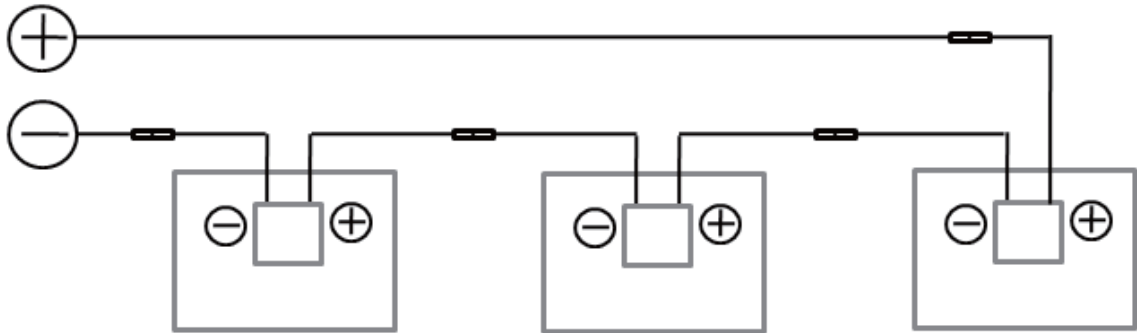
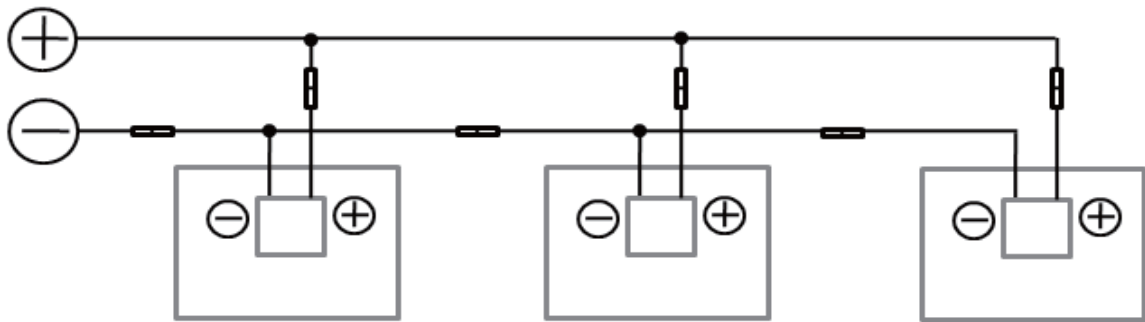
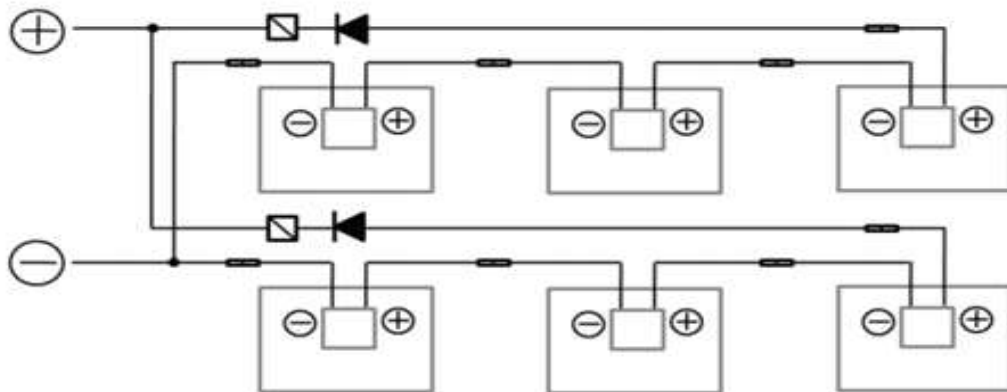

图 10-1 串联
图 10-2 并联
图 10-3 串并联
- 为了确保系统正常运行，在连接组件或连接负载时，请确保电缆的极性连接正确。如果组件连接不正确，旁路二极管和接线盒可能会损坏。光伏组件的连接有串联（图 10-1），并联（图 10-2）和串并联（图 10-3）等方式。组件串联并联数量，需根据系统配置合理设计。同时请注意，如果并联数量 ≥ 2 串时，在每串组件上必须有一个过电流保护装置。